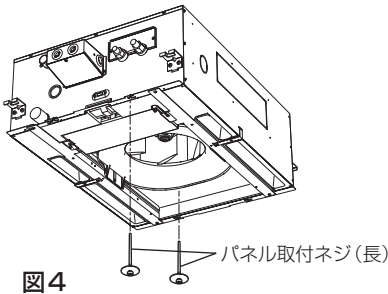
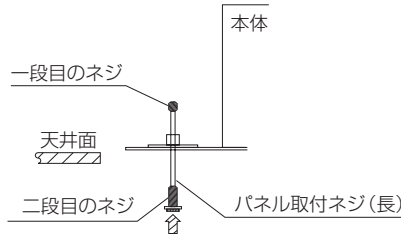
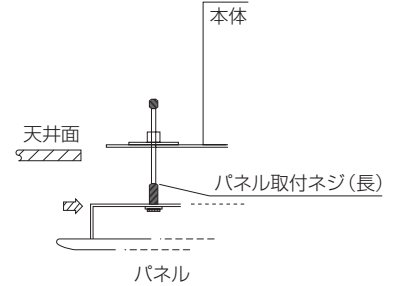
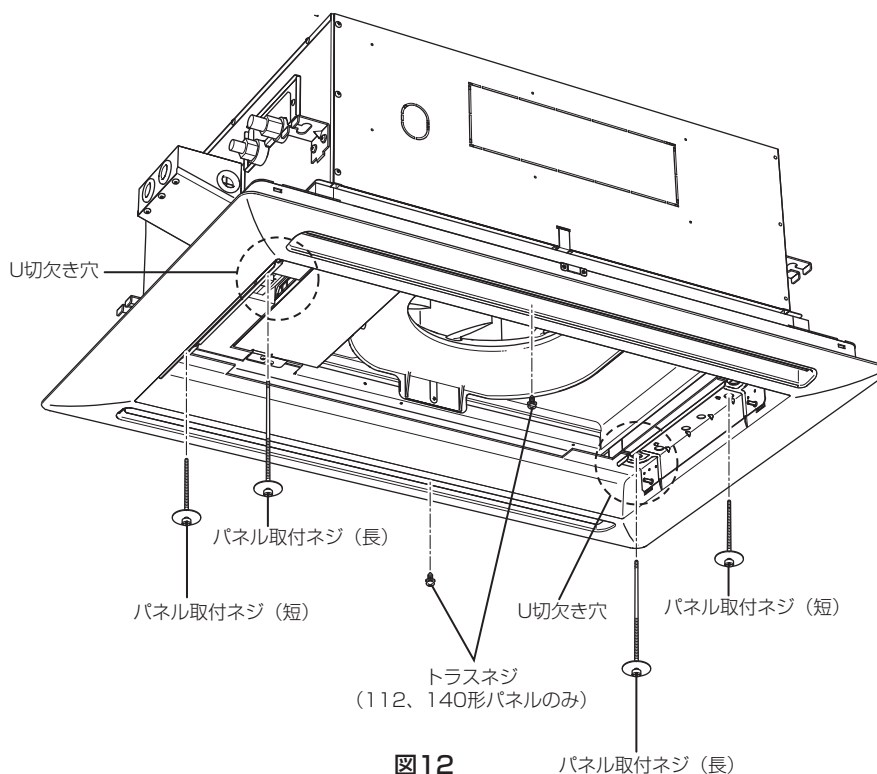

図4
図5
図6
図12
化粧パネルを取付ける前に、パネル取付ネジ（長）2本を図4の位置に対角で仮止めします。（図5のとおりパネル取付ネジ（長）の一段目のネジ部がユニット本体のナットを通抜ける位置までねじ込みます。）次に化粧パネルを取付けますが、オートベーンのコネクター部が必ず配管側になるよう方向に注意してください。
方向を合わせたら仮止めしたパネル取付ネジ（長）にパネル本体吸込口部の切欠き穴を引掛けます。（図6）最初に反配管側、次に配管側を引掛けます。（図12）（配管側はパネル取付ネジ（長）を内側に押し引掛けると作業が楽に行えます）この状態でパネル本体は仮止めされますが、パネルを持ち上げたり、強く揺らすと外れることがありますので、パネル取付ネジ（短）2本で残りの2カ所を取付けてください。
2. 1が完了しましたら図5および図6で仮止めしていた取付けネジ（長）および（短）とトラスネジを締め付けてください。（図12）